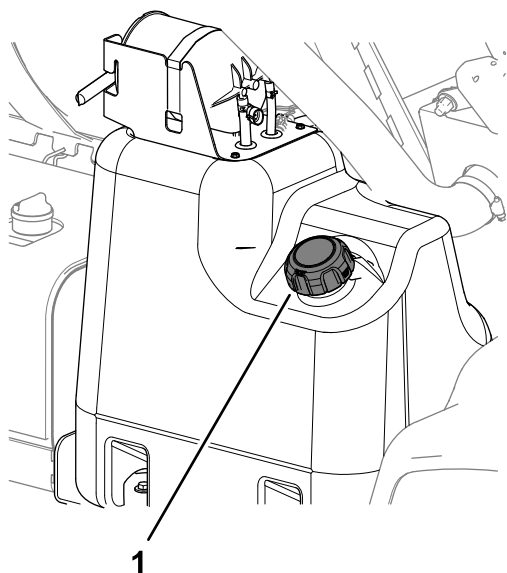

Figura 63
2. Nettoyez la surface autour du bouchon du réservoir de carburant (Figura 63).